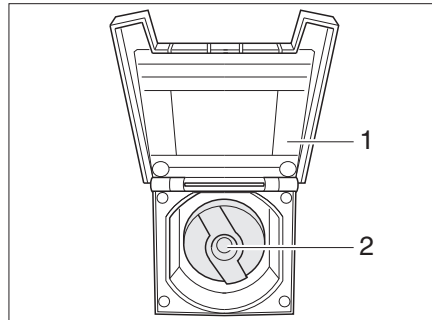

Bild 135 Verschlussdeckel für Trinkwasser-Einfüllstutzen
- Verschlussklappe (Bild 135,1) zum Trinkwasser-Einfüllstutzen öffnen.
- Schlüssel in Schließzylinder (Bild 135,2) stecken und eine viertel Umdrehung entgegen dem Uhrzeigersinn drehen.
- Verschlussklappe (Bild 135,1) schließen.
- Trinkwasser-Einfüllstutzen (Bild 135) öffnen.